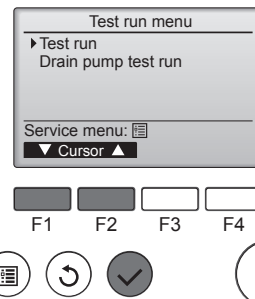

Fig. 7-2
- ② Odaberite „Test run“ (Probni rad) iz izbornika Probni rad, a zatim pritisnite gumb [ODABERI]. (Fig. 7-2)
- ③ Počinje probni rad i prikazuje se operativni zaslon Probni rad.